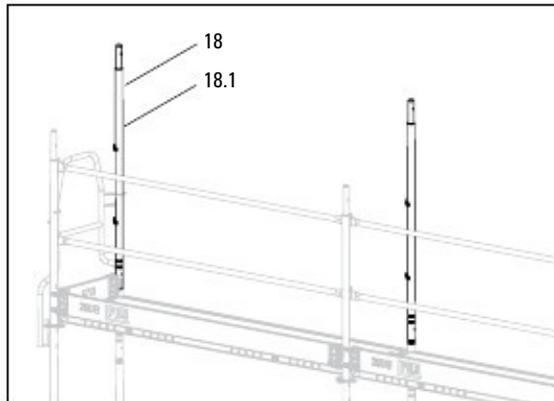
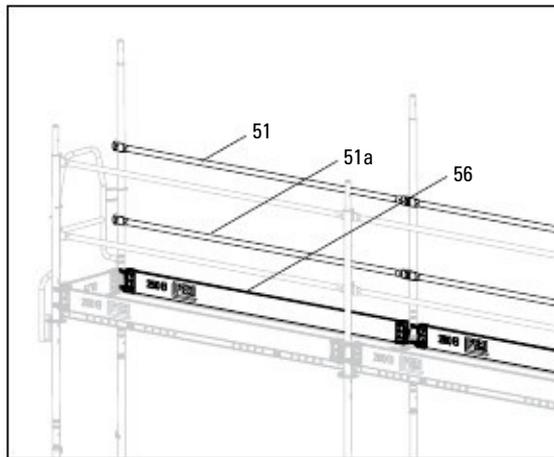

Fig. A3.12
Fig. A3.13
1. Завъртете тръбата EVR 150 (18) така, че кукиче на парапета (18.1) да сочат навътре. (Fig. A3.12 + A3.12a)
2. Окачете парапета EPG (51) от горната кука (18.1) на тръбата EVR 150.
3. Монтирайте междинния парапет (51a) и ограничителя UPF (56).
- Вътрешният парапет е монтиран. (Fig. A3.13)